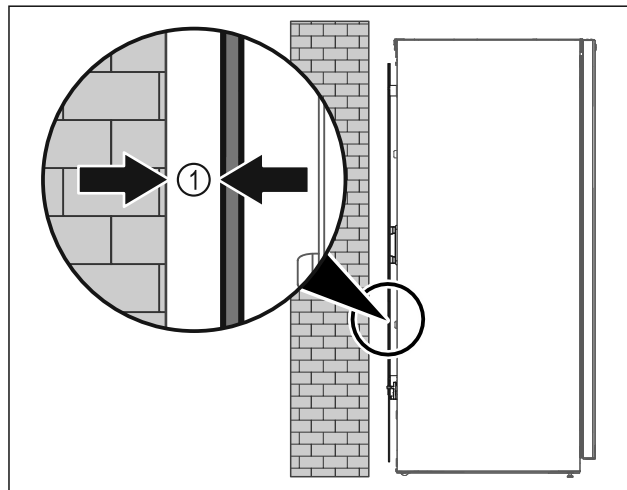

Fig. 4
- Posizionare l'apparecchiatura in un punto a piacere del locale (libera installazione) oppure addossato a una parete a una distanza minima di 5 mm Fig. 4 (1).